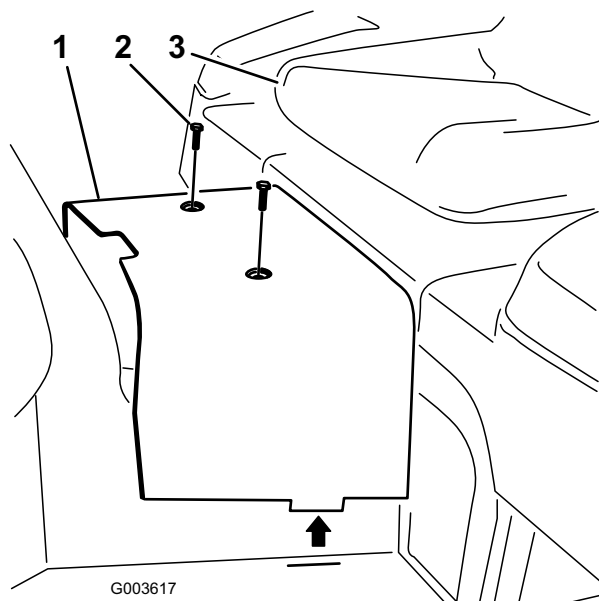

図 6
7. センター・シュラウドをフレームに固定している 2 本のソケット・ヘッド・ネジを外す（図 6）。シュラウドを取り外して保管する。